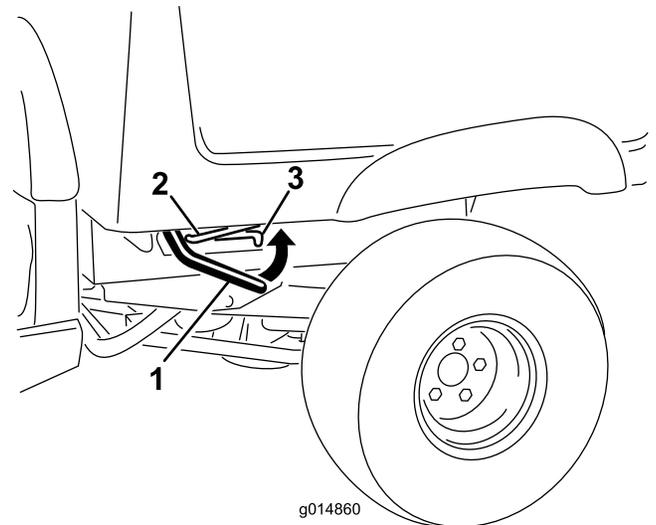

Figura 12
1. Levante la palanca de enganche situada en cada lado de la plataforma, cerca de la esquina delantera, y eleve la plataforma (Figura 12).
2. Sujete la plataforma de carga colocando la varilla de sujeción en la muesca situada al final de la ranura situada en el lado izquierdo del bastidor de la máquina (Figura 12).
1. Eleve la plataforma un poco tirando hacia arriba de la palanca de enganche (Figura 12).
2. Extraiga la varilla de sujeción de la muesca de la ranura (Figura 12).
3. Baje la plataforma hasta que se enganche firmemente en su sitio (Figura 12).